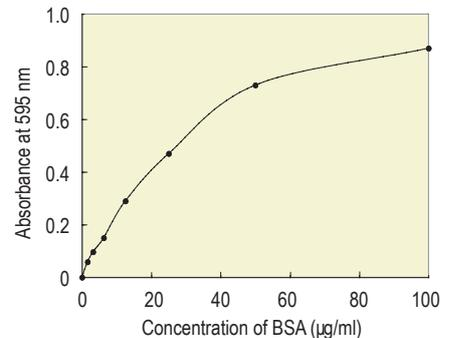

Fig.6 Standard BSA solution で作成した検量線の例 (マイクロ法)
- 8) 横軸にBSAの濃度を取り、BSA希釈溶液の吸光度から検量線を作成する。(Fig.6)